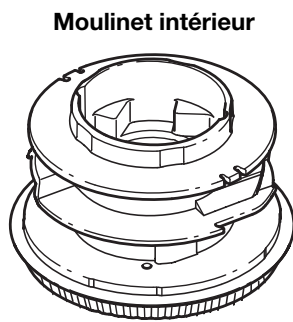

Fig. 17
4. Retirez tout le fil du moulinet intérieur avant de nettoyer. Enlevez tout débris ou trace d'herbe du bouton, du ressort, du moulinet et du joint en mousse. Lavez le moulinet intérieur avec de l'eau tiède savonneuse (Fig. 17).